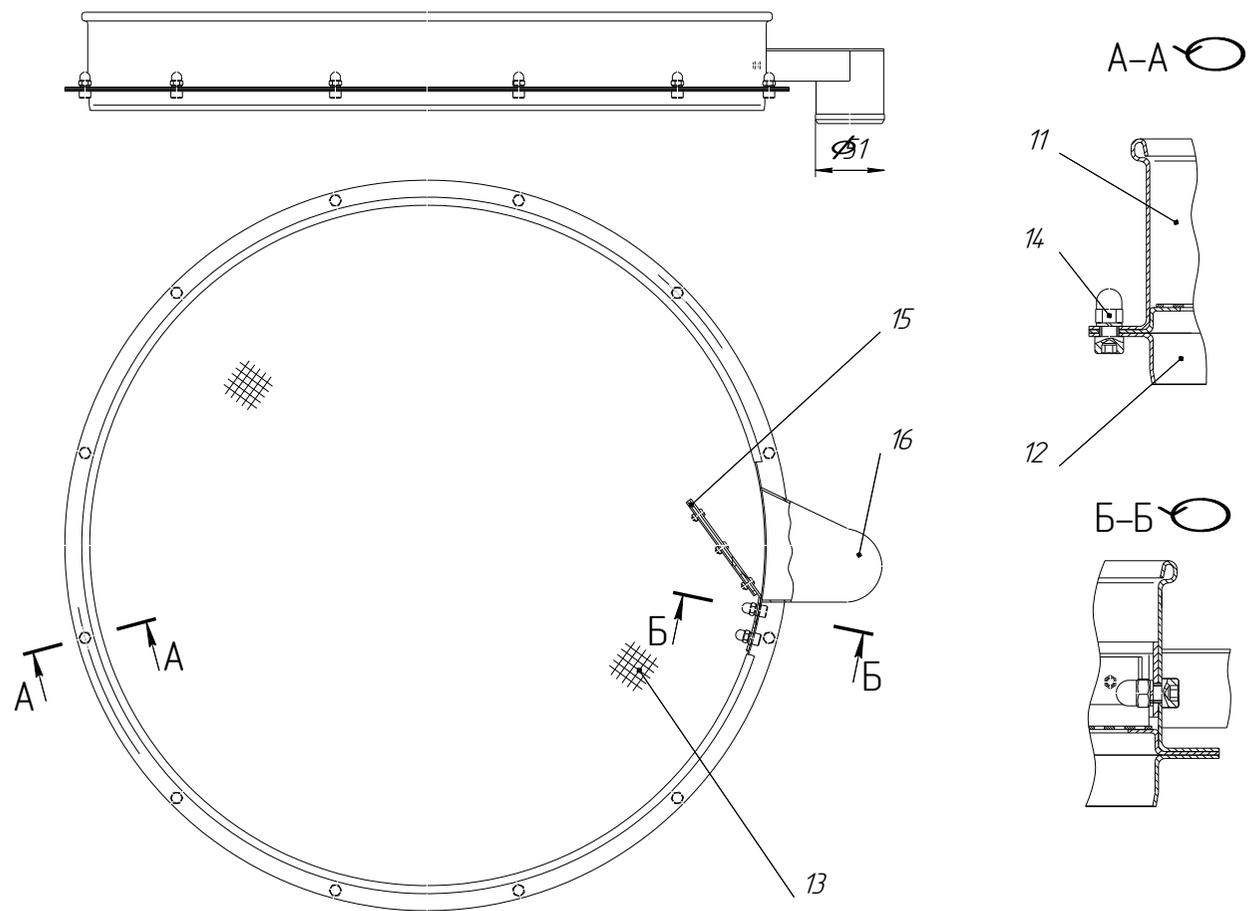

Рис. 3 Сито Грохота
- Удалить герметик между просеивающим элементом 13 (Рис. 3) и обечайкой 11;